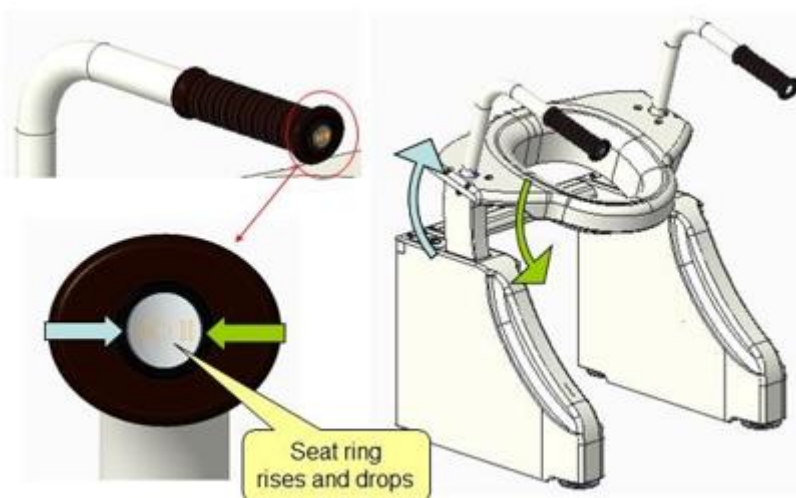

Figure 11 Fixer l'équipement avec les toilettes après avoir ajusté la distance par une pièce
4. Pour les utilisateurs ayant un mauvais équilibre corporel, la traverse de la partie principale A de l'équipement doit être fixée aux toilettes par des boulons (comme indiqué dans la Figure 10, Figure 11).